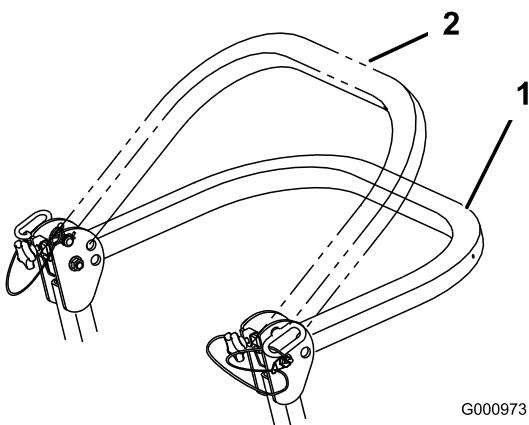

Figure 6
3. Abaissez l'arceau de sécurité à la position la plus basse. La position abaissée est à deux niveaux. (voir Figure 6).